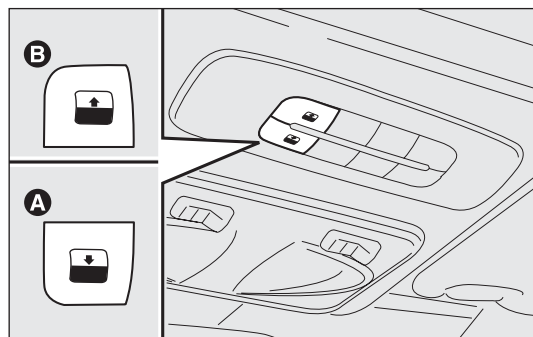

fig. 65
Le toit ouvrant panoramique vitré est composé de deux panneaux de verre dont l'un est fixe et l'autre mobile. Ils sont équipés de deux stores (à l'avant et à l'arrière) actionnés manuellement. Les stores peuvent être utilisés soit en position « entièrement fermée », soit en position « entièrement ouverte » (il n'existe pas de positions fixes intermédiaires). Pour ouvrir les stores : saisir la poignée A-fig. 65, et l'accompagner dans le sens indiqué par les flèches jusqu'à la position « entièrement ouverte ». Pour les refermer, effectuer les mêmes opérations en sens inverse. Pour le fonctionnement du toit ouvrant, tourner la clé de contact sur MAR. Les commandes A-B fig. 65 qui se trouvent sur une planche dédiée près du plafonnier avant, commandent les fonctions d'ouverture et de fermeture du toit ouvrant.
Appuyer sur le bouton B-fig. 65 et maintenir la pression ; le panneau en verre avant se déplacera en position « becquet » ; appuyer de nouveau sur le bouton B-fig. 65 et, en agissant sur la commande pendant plus d'une demi-seconde, la vitre du toit s'ouvrira automatiquement jusqu'à sa fin de course ; la vitre du toit peut être arrêtée dans une position intermédiaire en agissant de nouveau sur le bouton.
À partir de la position d'ouverture complète, appuyer sur le bouton A-fig. 65 et, si l'on agit sur le bouton pendant plus d'une demi-seconde, la vitre avant du toit se déplacera automatiquement en position « becquet » ; en agissant de nouveau sur le bouton, la vitre du toit s'arrête dans une position intermédiaire ; appuyer de nouveau sur le bouton A-fig. 65 et maintenir la pression jusqu'à la fermeture complète du panneau.
- appuyer sur le bouton A-fig. 65 en position de fermeture ;